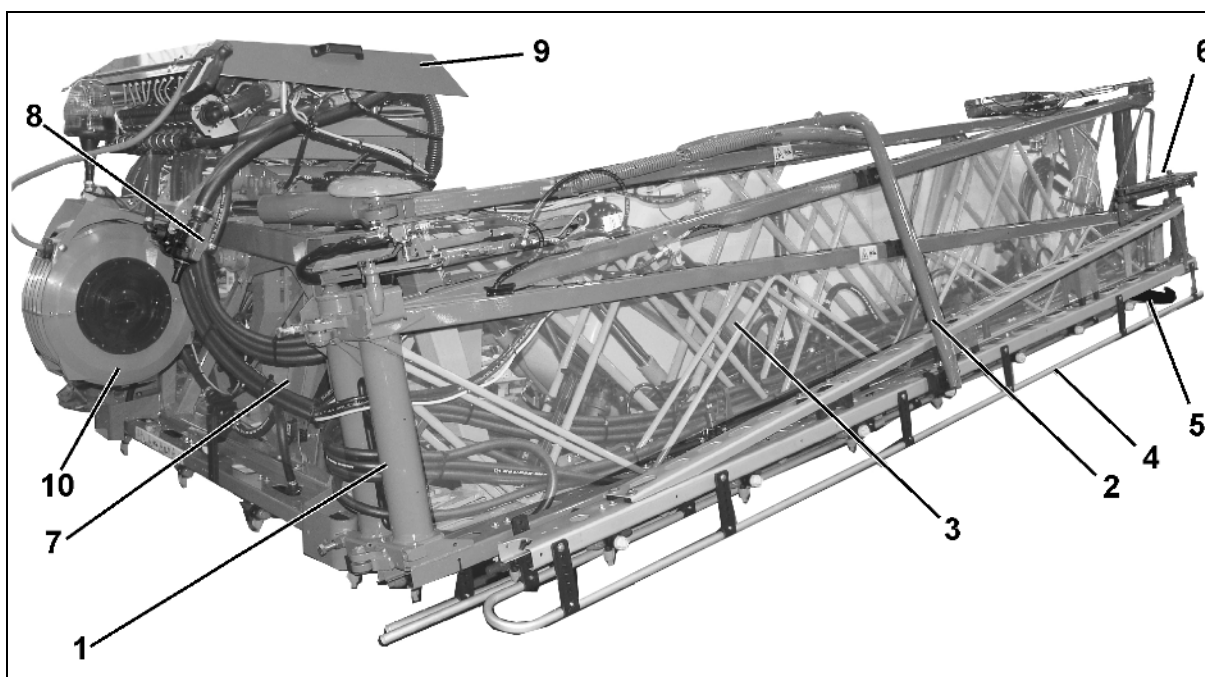

Рис. 97
Транспортировочные фиксаторы-скобы служат для фиксации сложенных штанг опрыскивателя в транспортном положении во избежание их самопроизвольного раскладывания.</p> <p>(3) Параллелограммная рама для регулировки высоты штанг опрыскивателя.</p> | <p>(4) Защитная трубка форсунок</p> <p>(5) Распорка</p> <p>(6) Фиксатор внешних консолей, см. на стр. 111</p> <p>(7) Компенсатор колебаний, см. с. на стр. 114</p> <p>(8) Клапан и переключающий кран системы DUS</p> <p>(9) Арматура штанг, см. Рис. 97</p> <p>(10) Устройство для наружной мойки</p> |